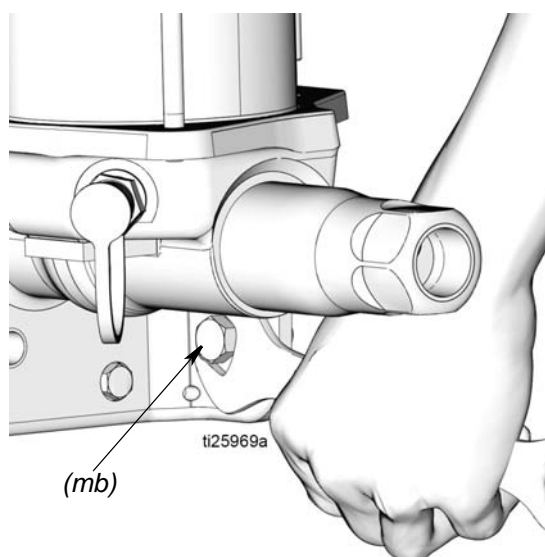

FIG. 10
5. Rimuovere le viti di fissaggio (*mb*) (FIG. 10) e portare la pompa fuori servizio.